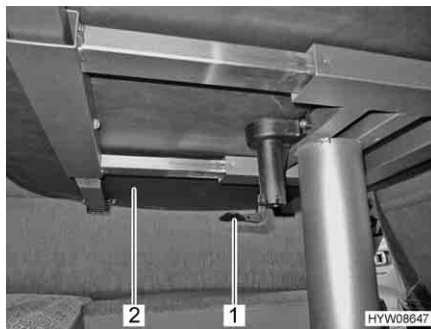

Fig. 86 Leva per spostare il piano del tavolo
- Tirare o spingere la leva (Fig. 86,1) verso il basso.
- Spingere il piano del tavolo (Fig. 86,2) nella posizione desiderata.